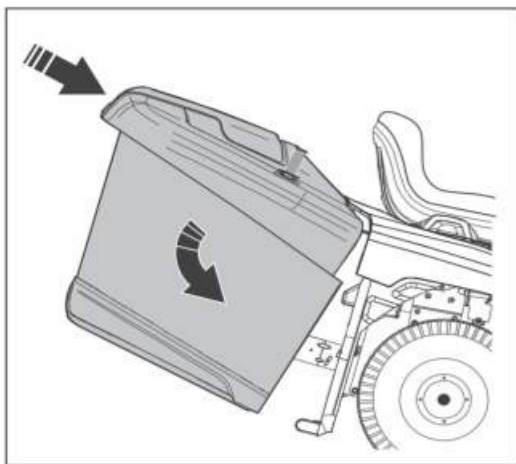

Рис. 19
•Наклоните травосборник и установите его на 2 кронштейна (Рис. 19).